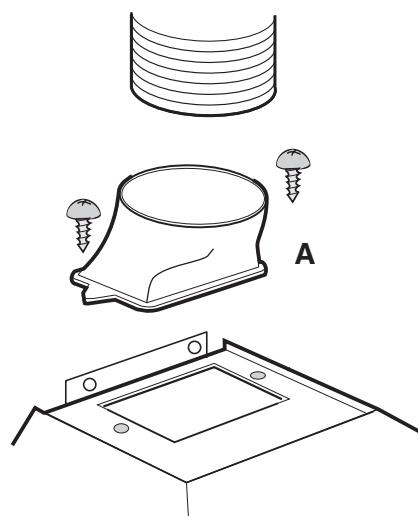

Fig. 1
- I fumi vengono espulsi all'esterno attraverso un tubo collegato alla flangia A. **Fig. 1**.